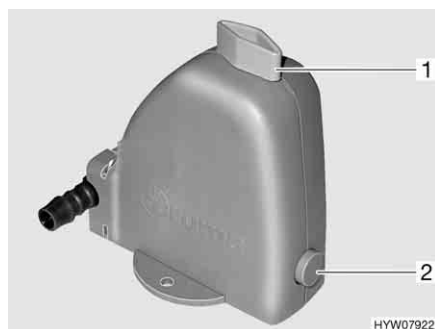

Fig. 207 Válvula de segurança e de descarga do termoacumulador
O termoacumulador está equipado com uma válvula de segurança e de descarga (Fig. 207). A válvula de segurança e de descarga impede que a água gele no termoacumulador, quando o aquecimento não está ligado em caso de gelo.
- Feche a válvula de segurança e de descarga. Para isso, rode o botão giratório (Fig. 207,1) transversalmente em relação à válvula de segurança e de descarga e empurre o botão de pressão (Fig. 207,2) para dentro.
- Abra a válvula de segurança e de descarga. Para isso, rode o botão giratório (Fig. 207,1) longitudinalmente em relação à válvula de segurança e de descarga. O botão de pressão (Fig. 207,2) salta para fora. O termoacumulador é despejado para fora através da válvula de segurança e de descarga.